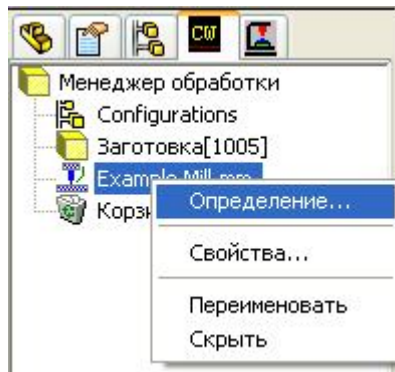

Рисунок 5.2 - Вибір опції <Определение...>
2. Виберіть опцію <Определение...> (рис. 5.2.)